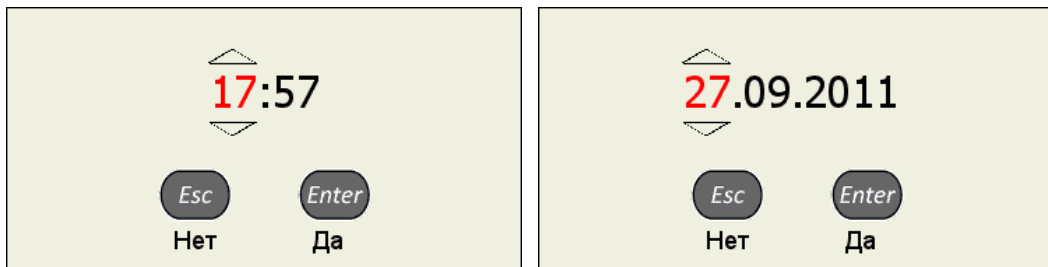

Рисунок 14
- в открывшемся окне редактирования (рисунок 14) клавишами   выбрать разряд для редактирования;